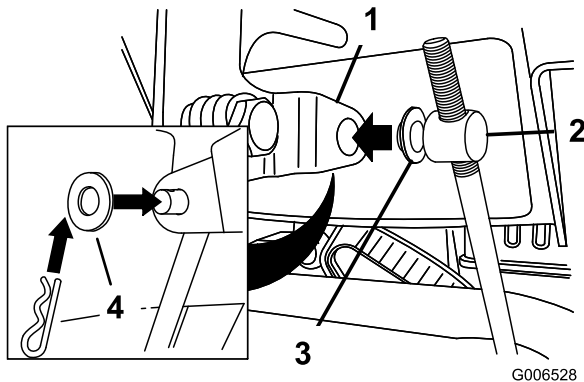

Bild 5
3. Legen Sie eine Flachscheibe auf den Drehzapfen (Bild 5).
6. Heben Sie die Geschwindigkeitsschalstange an und setzen Sie den Drehzapfen in das Loch im Geschwindigkeitsschalthebel (Bild 5).
- B. Schließen Sie den Drehzapfen vom Geschwindigkeitsschalthebel ab (Bild 5).
- C. Drehen Sie den Drehzapfen auf der Geschwindigkeitsschaltstange nach unten (nach rechts) (Bild 5).
- D. Schließen Sie den Drehzapfen am Geschwindigkeitsschalthebel an (Bild 5).